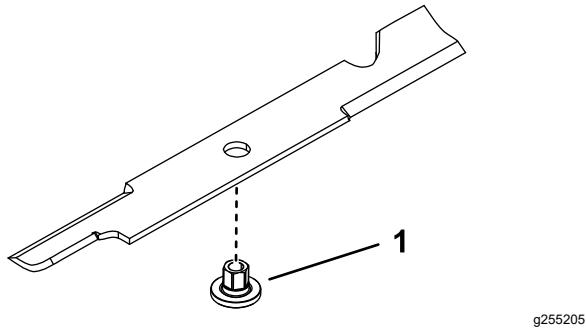

Figura 80
- Instale el buje a través de la cuchilla con la brida del buje en el lado inferior (lado del césped) de la cuchilla (Figura 80).